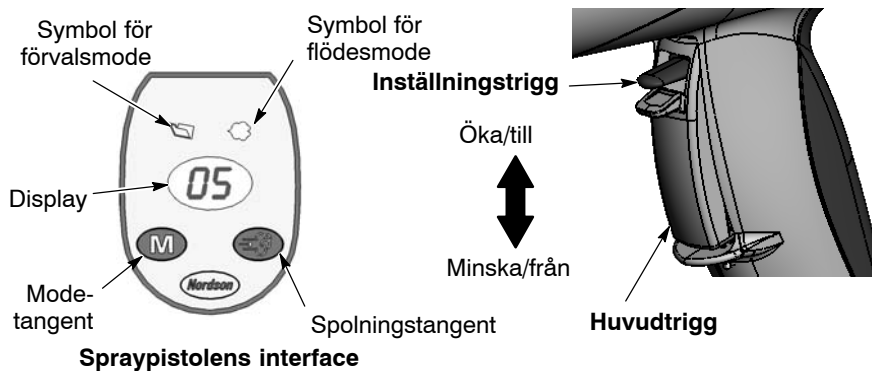

Bild 3-2 Pistolens inställningsorgan
1. Se bild 3-2. Släpp huvudtriggen. Förval kan inte ändras när pistolen är aktiverad.
1. Se bild 3-2. Tryck på **Mode** tangenten tills att symbolen för **Flödesmode** tänds.
1. Se bild 3-2. Rikta spraypistolen in i boxen och tryck in huvudtriggen.